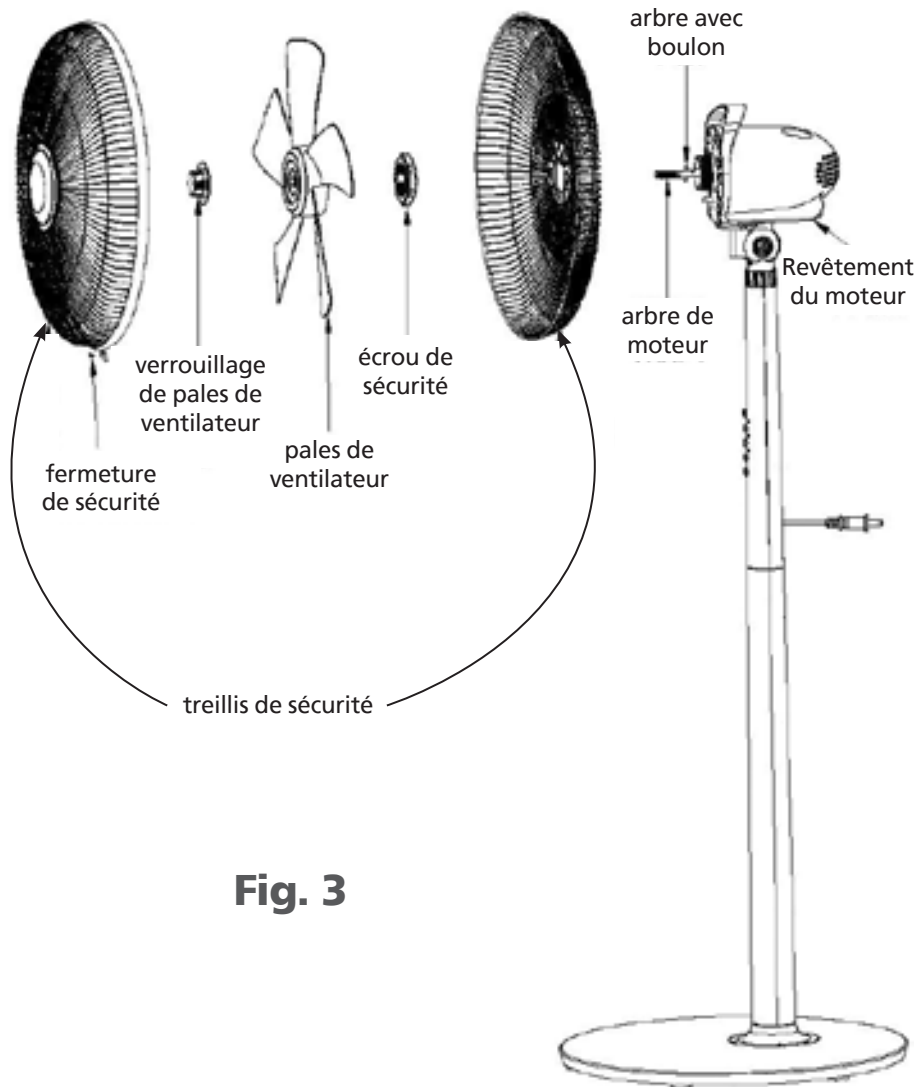

Fig. 3
1. Détachez le verrouillage des pales de ventilateur et l'écrou de sécurité de l'arbre de moteur. Placez le treillis de sécurité arrière sur l'arbre avec le boulon. Attacher le treillis de sécurité avec l'écrou de sécurité sur le bloc moteur (Fig. 3).